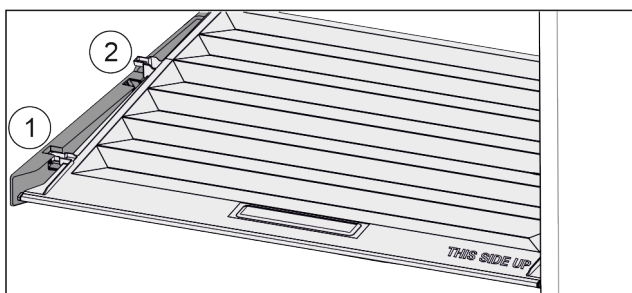

Fig. 73
- ▶ Pokrywę pociągnąć do przodu Fig. 73 (1), aż otworzy się w elementach trzymających.
- ▶ Podnieść tył od dołu i w wyjąć Fig. 73 (2) go do góry.